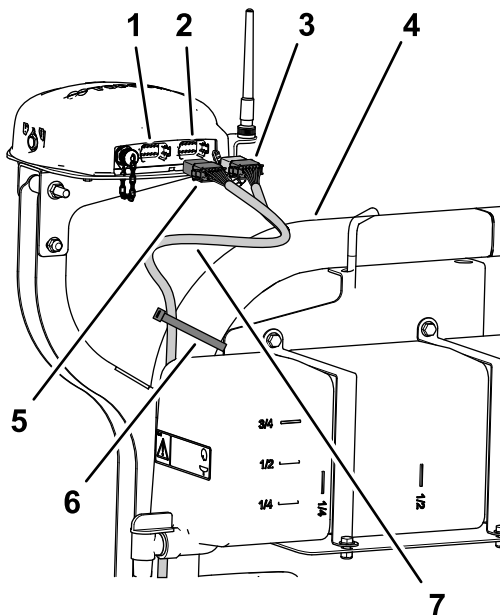

Figure 197
2. Acheminez la branche de 390 cm du faisceau de données le long du tube droit de l'arceau de sécurité, en orientant le connecteur à 12 douilles (gris) et le connecteur à 12 douilles (noir) vers le haut et le récepteur de navigation (Figure 197).
- Avec 2 serre-câbles, attachez la branche de 390 cm du faisceau de données au tube droit du système ROPS, comme montré à la Figure 197.